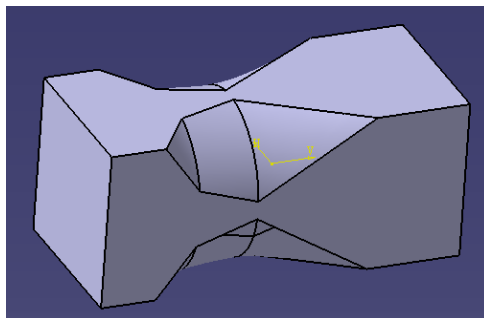

图 3-75
(4) 点击  后，点击  键。对话框的 Profile/Surface Selection 中用鼠标选 Profile，Axis Selection 栏中用鼠标选模型中央的 Y 轴线，点击 OK 键，产生如图 3-75。